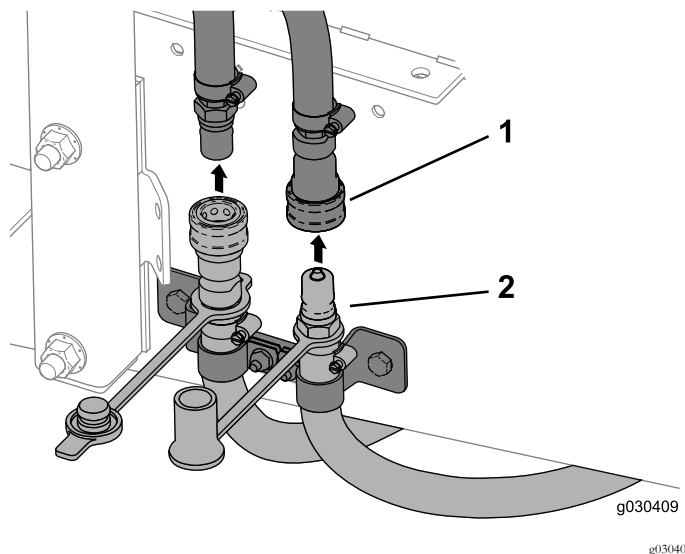

Figure 63
2. Débranchez les flexibles de chauffage (Figure 63).